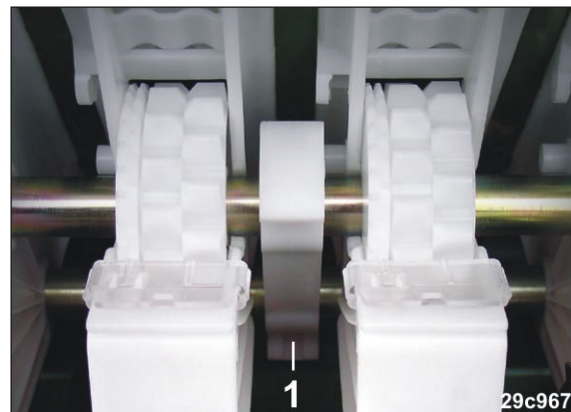

Fig. 250
3. Deschideți lagărul de presare al axului de distribuție (Fig. 250/1).